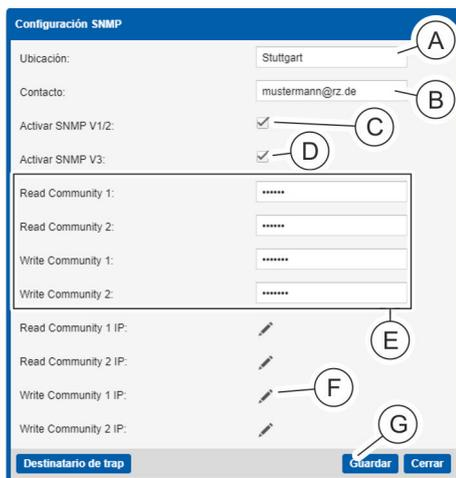

Fig. 139: Ventana "Configuración SNMP"
- 2. En la ventana "Configuración SNMP", introduzca la ubicación (Fig. 139/ⓐ) y los datos de contacto (Fig. 139/ⓑ).
- 3. En caso necesario, haga clic en la casilla de verificación "Activar SNMP V1/2" (Fig. 139/ⓒ).
- 4. En caso necesario, haga clic en la casilla de verificación "Activar SNMP V3" (Fig. 139/ⓓ).
- 5. En caso necesario, introduzca una comunidad de lectura o escritura SNMP (Fig. 139/ⓔ).
- 6. En caso necesario, haga clic en un símbolo de lápiz (Fig. 139/ⓕ) para configurar el control de acceso a SNMP.
10. ➔ Confirme la introducción con el botón "Guardar" (Fig. 139/Ⓔ).